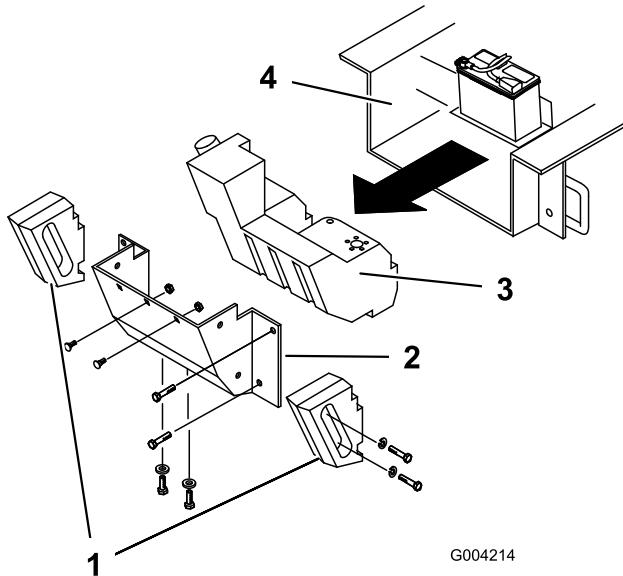

Bild 58
4. Entfernen Sie die Schrauben, Scheiben und Sicherungsscheiben, mit denen die beiden seitlichen Gewichte befestigt sind und entfernen Sie die Gewichte (Bild 58).
7. Entfernen Sie die sechs Muttern und Schrauben, mit denen die hintere Abdeckung befestigt ist und nehmen Sie die Abdeckung ab (Bild 58).
9. Schieben Sie den Kraftstofftank nach hinten (Bild 58).
- 16. Schieben Sie den Kraftstofftank halb durch in den Rahmen (Bild 58).
- 22. Setzen Sie die hintere Abdeckung wieder auf und befestigen Sie sie mit den vorher entfernten sechs Schrauben und Muttern (Bild 58).
- 24. Befestigen Sie die Seitengewichte mit den vorher entfernten Schrauben, Scheiben und Sicherungsscheiben (Bild 58).